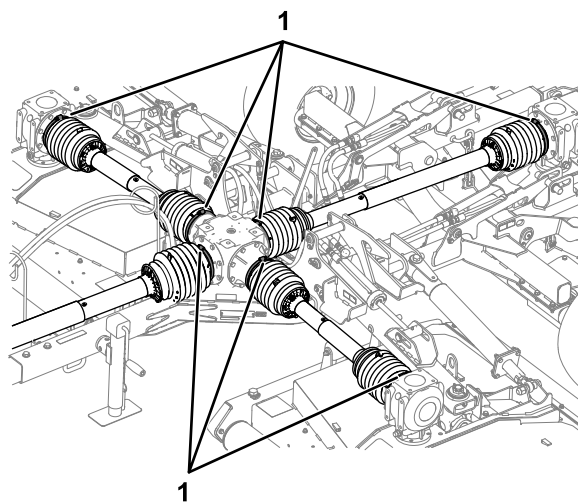

Рисунок 22
7. Убедитесь в том, что 7 шланговых хомутов надежно крепят кожухи приводных валов к среднему редуктору и редукторам дек (Рисунок 22).